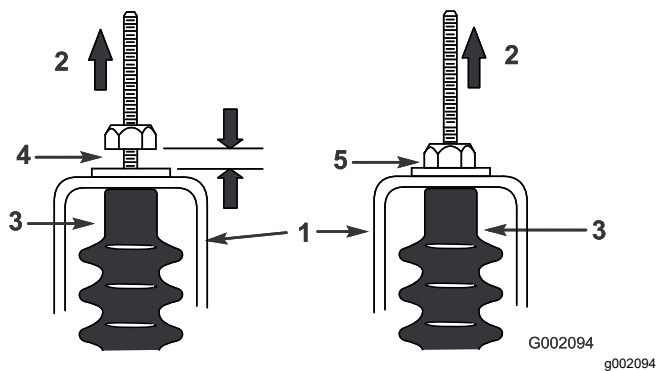

Figure 60
5. Tirez sur chaque câble de sélection et vérifiez qu'un espace de 0,76 à 1,52 mm existe entre l'écrou/la rondelle et la patte de réglage du point mort (Figure 60).